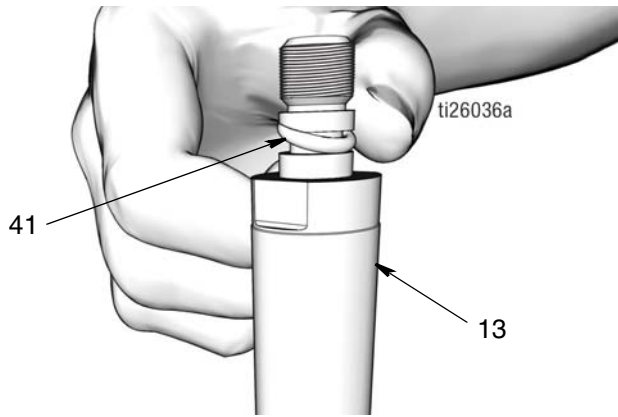

图 46
- a. 使用干净的布向下擦拭活塞杆 (13) 和活塞 (6)，除去任何脏污或污染物。检查表面有无擦伤或损坏。更换损坏的零配件。
- b. 在 O 形圈 (41) 上抹上薄薄一层滑脂。将 O 形圈安装在活塞杆 (13) 的沟槽上 (图 46)。